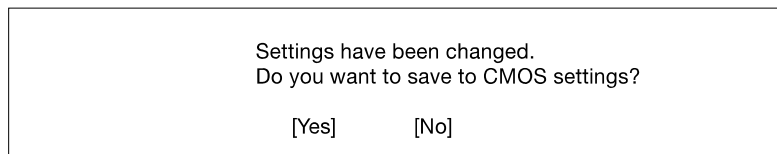

Figura 3-14 Pantalla de cierre de Setup
6. Pulse la tecla **Esc** para volver al menú **System Security** y, a continuación, pulse la tecla **Esc** de nuevo para salir de Setup. Aparece la pantalla **Exit Setup** que se muestra en la Figura 3-14.